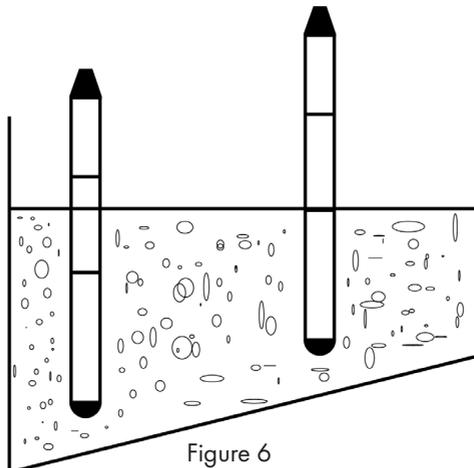

Figure 6
- Lors du compactage de couches de béton verticales sur un plan de coffrage incliné, commencer par le point le plus bas. (fig. 6)